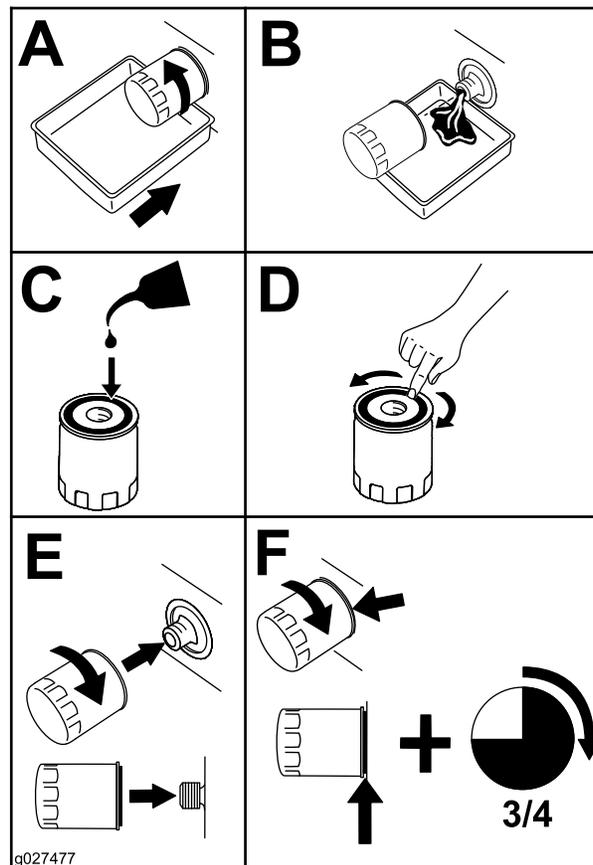

Рисунок 61
2. Замените масляный фильтр двигателя (Рисунок 61).